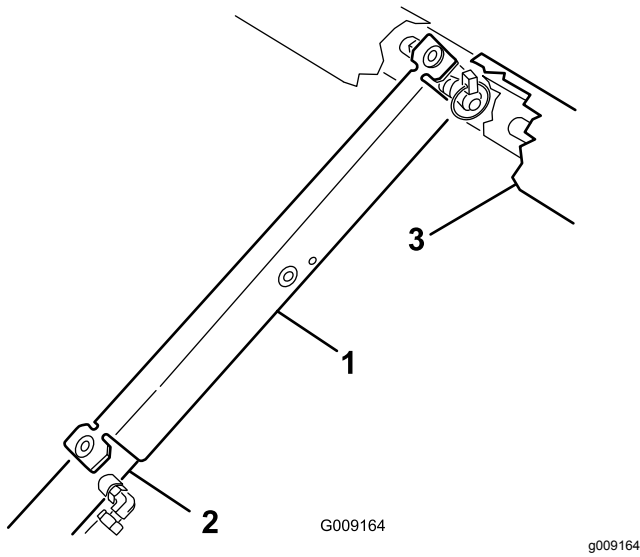

Bild 43
8. Schieben Sie die Ladepritschenstütze auf die Zylinderstange. Achten Sie darauf, dass die Stützenendnasen auf dem Ende der Zylindertrommel und auf dem Ende der Zylinderstange aufliegen (Bild 43).